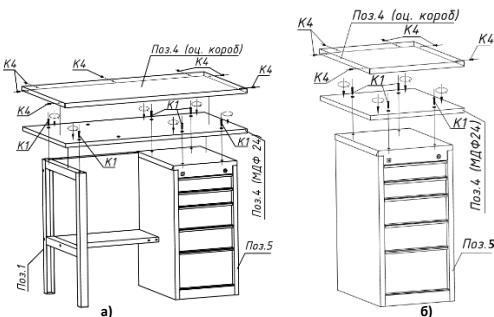

Рис. 5. Крепление столешниц согласно её типу: а – столешница оцинкованная, тип С1; б – мини столешница оцинкованная, тип С2; в – столешница стальная, тип С3.
5.6. Для столешниц типа C1 и C2 предварительно выкрутите саморезы К4 из штатных мест, аккуратно снять Короб оцинкованный. Прикрепите Плиту МДФ24 мм. поз. 4 к Опорам (Тумбам) винтами К1. Аккуратно надеть Короб на Плиту МДФ24 и установить саморезы К4 обратно в штатные места (см. рис. 5, а, б). Для столешниц типа C3, начиная крепить Плиту МДФ 24 мм. (поз. 4) к Тумбам винтами (К1) 4 шт., в отверстия с зенковкой расположенные ближе к середине Плиты МДФ24 мм. (для Опор операция не актуальна). Наложить Лист стальной 3 мм. на Плиту МДФ 24 мм. и прикрепить к Опорам (Тумбам) винтами К1, через отверстия по краям (см. рис. 5, в).